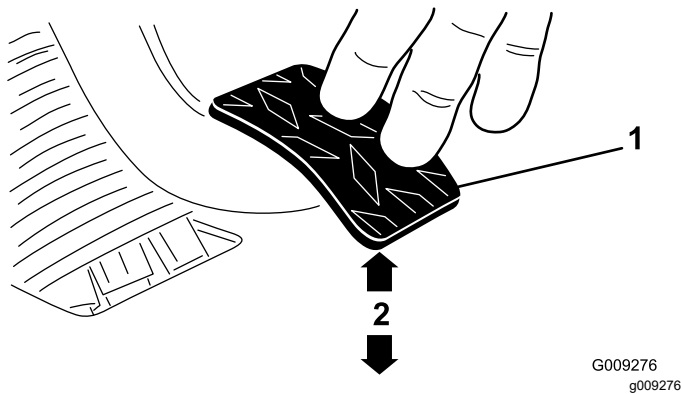

Figura 69
3. Regolate i controdadi o il giunto a sfera fino a quando il bordo posteriore del pedale della frizione non si trova tra 9,2 e 9,8 cm dalla parte superiore del motivo a quadri della pedana, quando viene applicata una forza pari a 1,8 kg sul pedale (Figura 69).